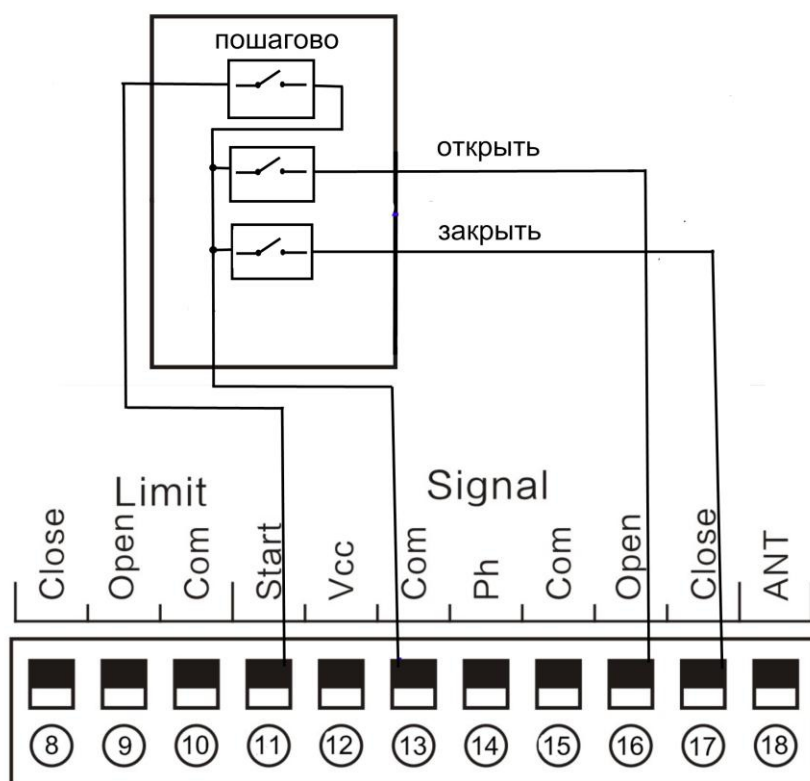

Рисунок 12
14.5 Подключение кнопки управления. (смотрите рисунок 12)